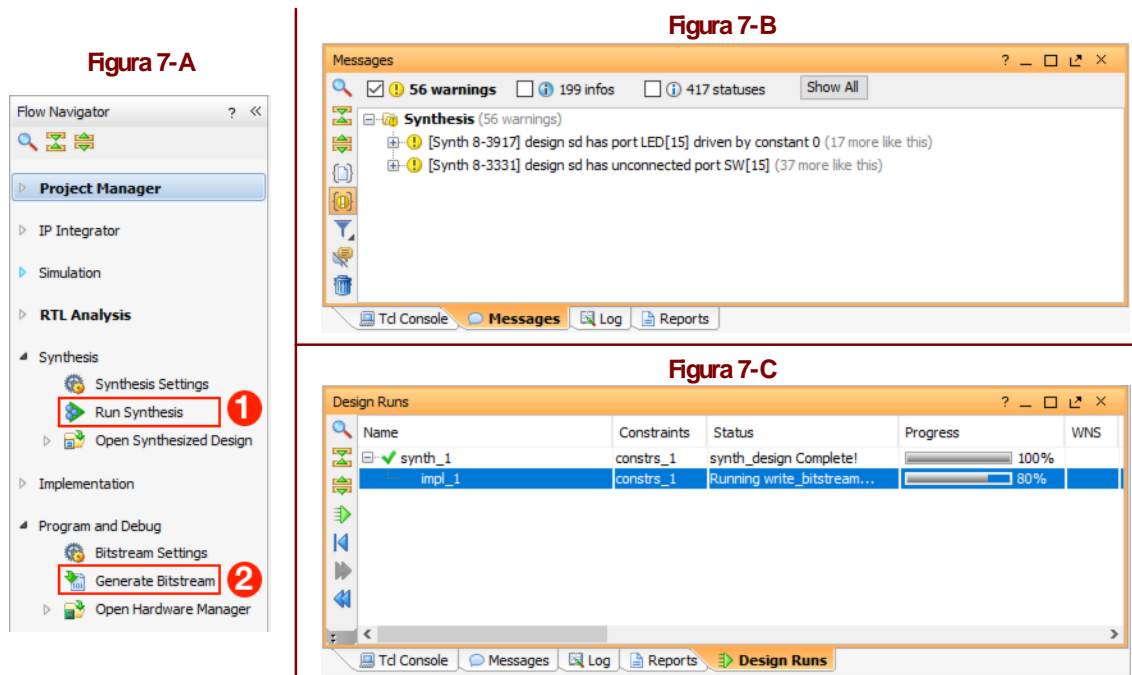

Figura 7. Geração do ficheiro de programação do dispositivo (bitstream)
Depois de concluir a descrição VHDL e verificação do circuito projetado, proceda ao conjunto de verificações indicadas no ponto anterior. Neste momento, o circuito está pronto a ser carregado na placa. Para esse efeito, realize os seguintes passos através do painel da esquerda “Flow Navigator” ilustrado na Figura 7-A:
1. Clique “Run Synthesis” na categoria “Synthesis” (pode demorar algum tempo). Para verificar o estado da síntese, observe o *canto superior direito*, onde o progresso será reportado Running synth_design Cancel. Assim que este passo terminar, aparecerá a mensagem **Synthesis Complete**. Será então aberta a janela “Synthesis Complete”. Clique *Cancel*. No painel inferior (à direita), clique no tab “Messages”. Tal como indicado na Figura 7-B, a ferramenta indicará através deste Tab um conjunto de avisos (*warnings*) e erros. Os erros deverão ser **todos** corrigidos, enquanto os *warnings* podem, em geral, ser ignorados, sendo que alguns são originados pelo facto de ter entradas/saídas não ligadas (ver Figura 7-B).
2. Para proceder à geração do ficheiro de programação do dispositivo deverá utilizar o painel “Flow Navigator” (ver Figura 7-A). Expanda a categoria “Program and Debug” e clique “Generate Bitstream”. Se aparecer uma caixa de diálogo a dizer “No implementation results available” clique em Yes. No painel inferior (à direita), clique no tab “Design Runs”. Nesse tab é possível observar o progresso da ferramenta na geração da *bitstream* (ver Figura 7-C).